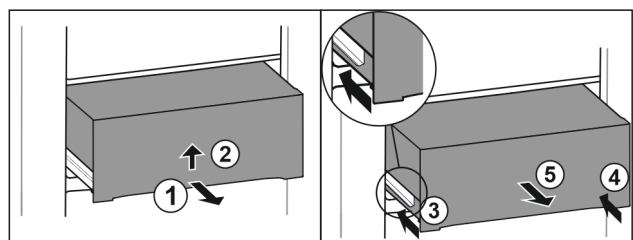

Fig. 40
- ▶ Træk skuffen halvt ud. Fig. 40 (1)
- ▶ Løft skuffen på undersiden. Fig. 40 (2)
- ▶ Skub den venstre skinne ind. Fig. 40 (3)
- ▶ Skub den højre skinne ind. Fig. 40 (4)
- ▶ Tag skuffen ud fremefter. Fig. 40 (5)